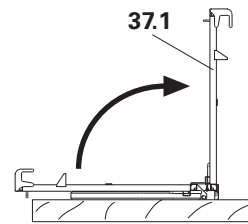

Fig. B2.17
1. Abrir o guarda-corpos (37.1) e girar para dentro a 45° ambos os guarda-corpos laterais. Estes fixam-se no assoalhamento da plataforma. (Fig. B2.17)